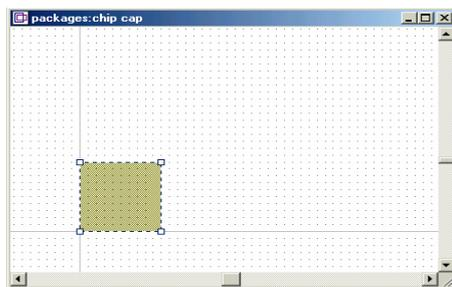

Рис. 4.17. Создание формы на слое
9. Нажмите снова клавишу **Tab** для ввода координат и введите «10» и «-10» в поля **dx** и **dy**, соответственно. В результате будет нарисована форма, рис. 4.17.